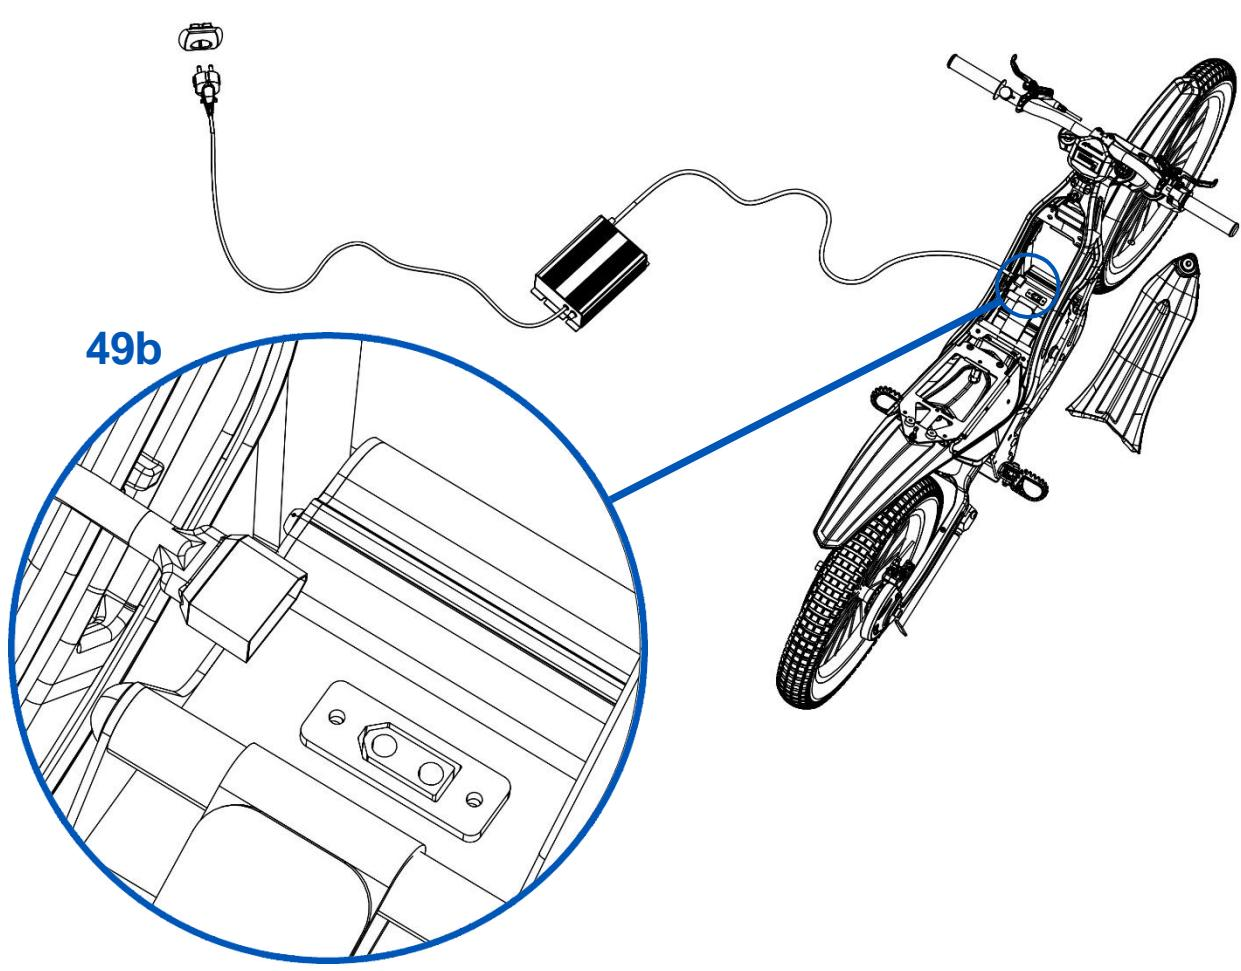

Fig. 49
- 6- Después, debe enchufar el cable del cargador a la red doméstica (Fig. 49).